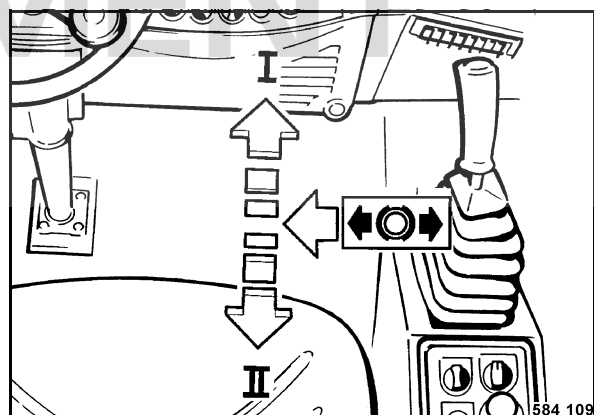

Fig. 94
- Déplacer le levier de commande de la marche (Fig. 94) à fond sur position „I“.